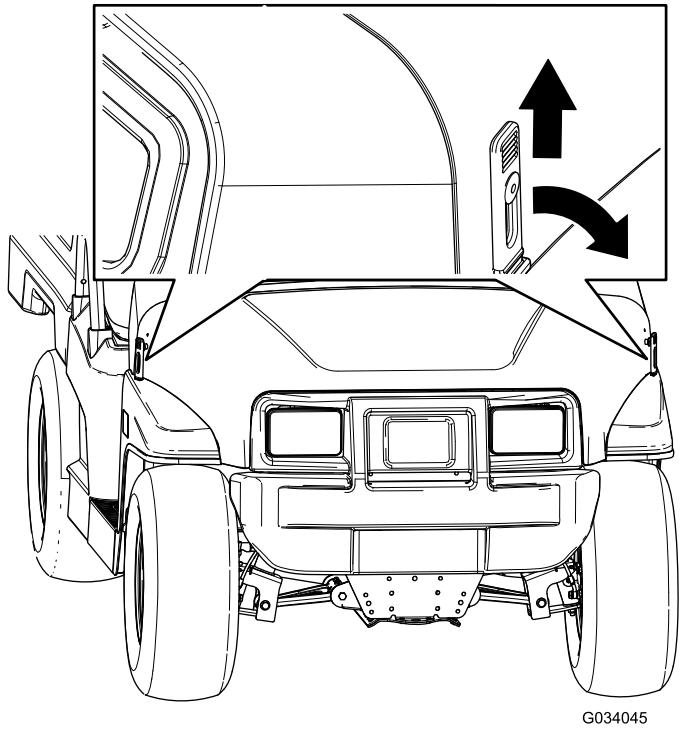

図 31
1. フードの両側についているゴム製ラッチのハンドルを上げる 図 31。
- フードの両側で、ゴム製ラッチとラッチアンカーをそろえてラッチを掛ける(図 31)。